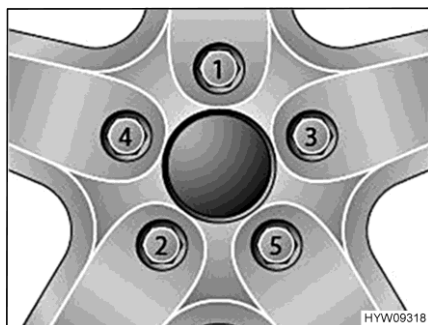

Fig. 114 Serrer en croix les écrous ou les boulons de roue
- Serrer les écrous ou les boulons de roue dans l'ordre indiqué à la Fig. 114. Utiliser pour ce faire une clé dynamométrique et respecter le couple de serrage prescrit (voir paragraphe 14.5).
- Vérifier régulièrement le serrage des écrous ou des boulons de roues. Resserrer tous les écrous ou les boulons de roue 50 km après le changement d'une roue. Respecter l'ordre indiqué à la Fig. 114.
- Si des jantes neuves ou repeintes sont utilisées, alors resserrer les écrous ou les boulons de roue une fois de plus après env. 1000 à 5000 km. Respecter l'ordre indiqué à la Fig. 114.